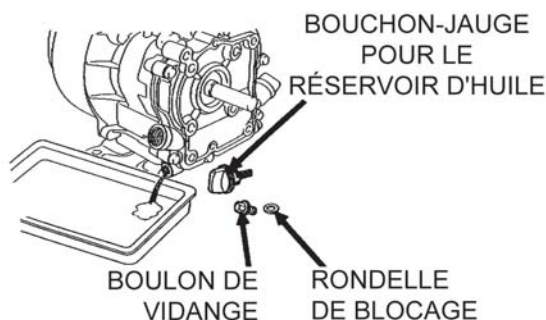

Figure 20. Huile moteur (vidange)
- Vidangez l'huile moteur quand l'huile est **tiède**, tel qu'illustré dans la figure 20.